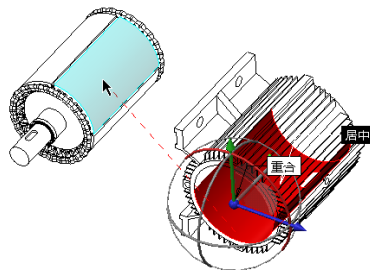

图 7-69 居中约束
- 新建“居中”约束, 选择“1.prt”组件的圆柱面和定子的圆柱面进行“居中”约束, 如图 7-69 所示。